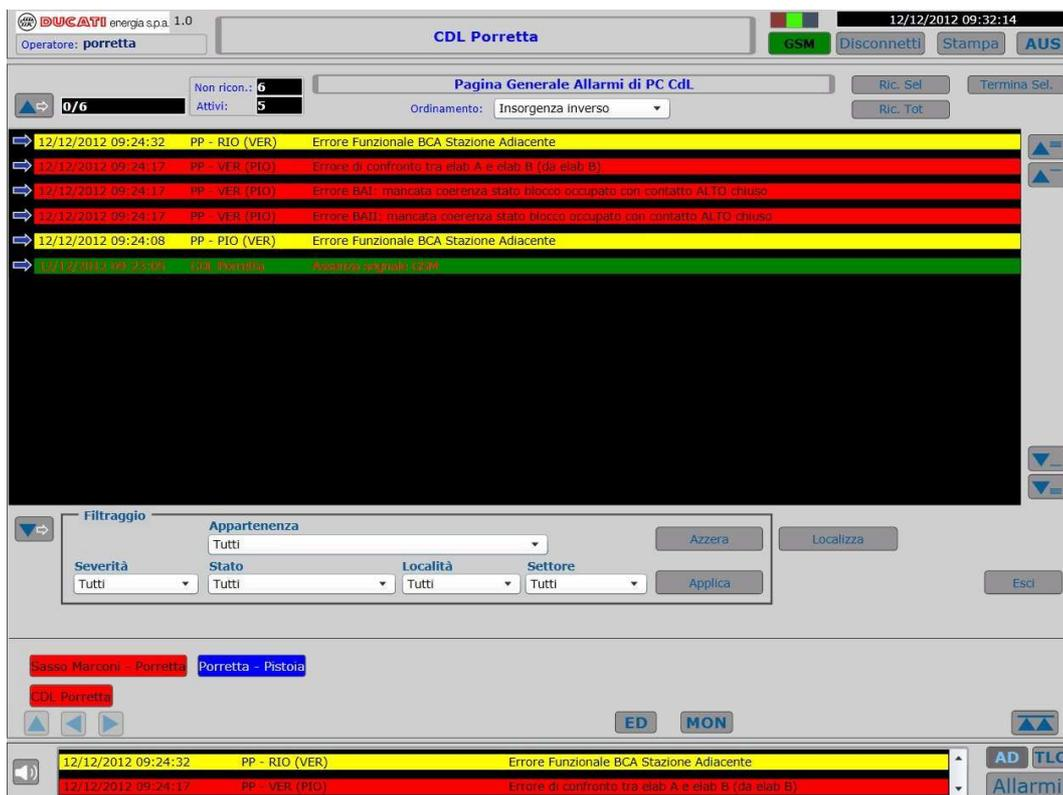

Figura 19 – Pagina Allarmi di PC CdL
- dalla Pagina Generale di Allarmi (Figura 19) attraverso la selezione del tasto **“Localizza”**.
Se la postazione è di PC CdL la pagina in Figura 19 è accessibile in qualunque momento e a partire da qualunque pagina video in visualizzazione, premendo il tasto **Allarmi** (“Pagina Allarmi”) presente nella finestra “Allarmi” (Figura 2).